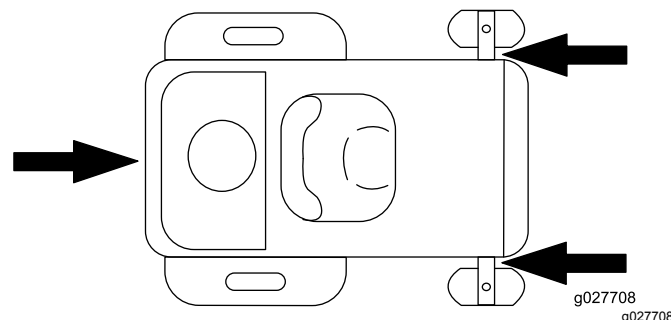

Figura 36
5. Ancorate la macchina vicino alle ruote orientabili anteriori e al paraurti posteriore (Figura 36).